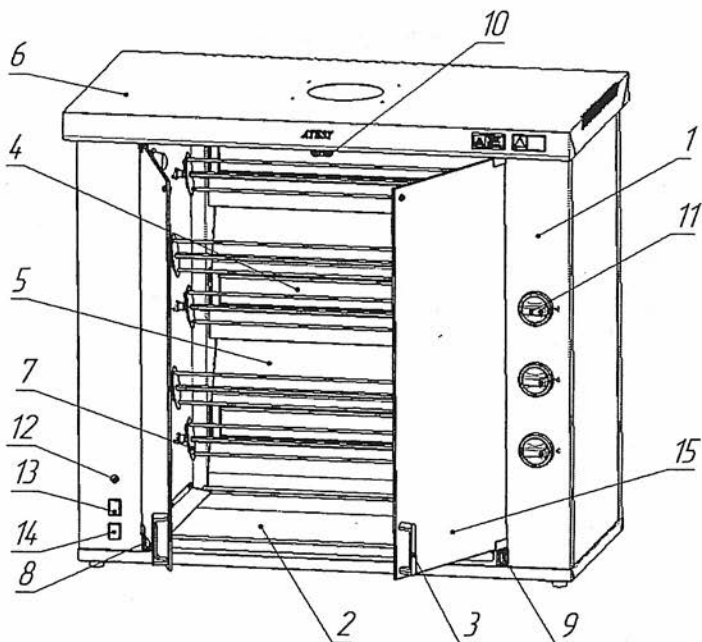

Рис.1
- 1.6. Внешний вид гриля и его составные части показаны на рис. 1.